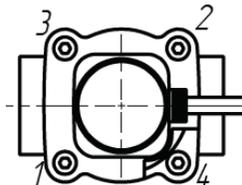

Рис. 2
- 5) Затянуть 4 болта M4 в определенной последовательности согласно Рис. 2. Усилие затяжки 0,5 Н·м.